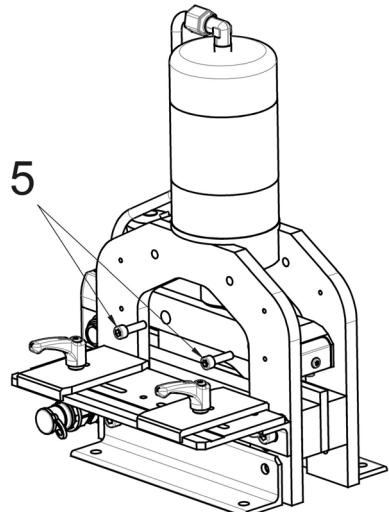

Рис. 12: Отвинчивание крепежных винтов
- Теперь отвернуть оба винта M8 (рис. 12, 5) со стороны режущего механизма.
- Сбоку ввинтить два винта M8 (рис. 12, 5) с моментом затяжки 15 – 20 Нм.